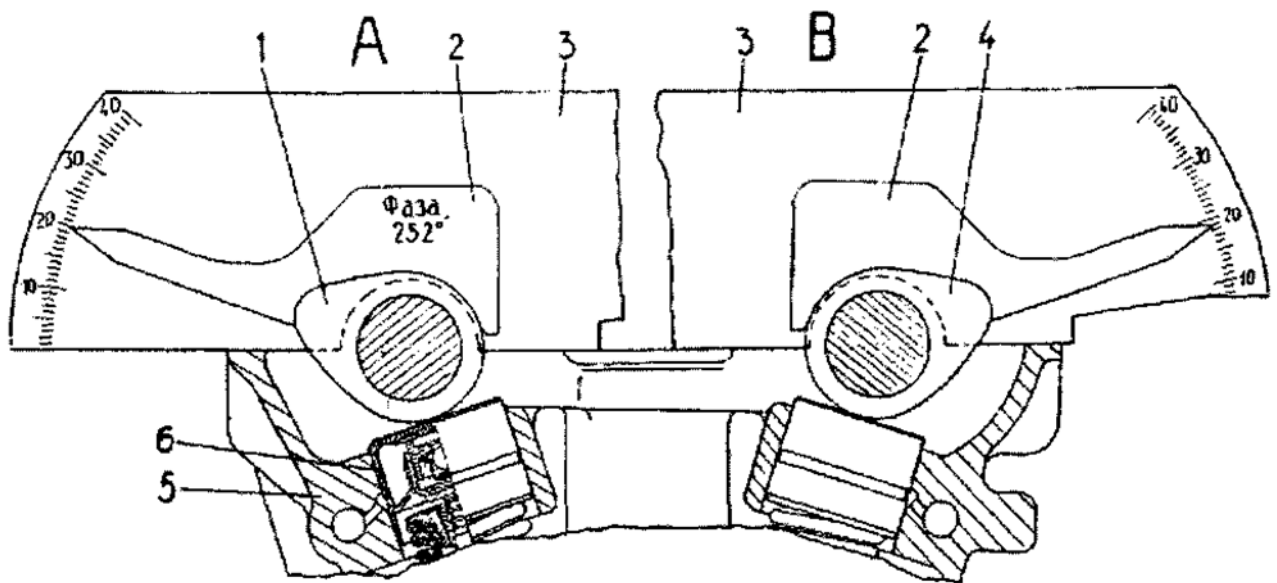

Рисунок 79 – Проверка углового положения распределительных валов:
7. Установить транспортер 3 (Рисунок 79) за первым кулачком распределительного вала впускных клапанов - вид «А», расположив его между кулачком и крышкой опоры распределительного вала. Прижимая транспортер 3 к верхней плоскости головки цилиндров 5, приложить и плотно прижать шаблон 2 к поверхности первого кулачка. При этом стрелка шаблона должна располагаться на метке транспортера $20^{\circ} \pm 2^{\circ}$.